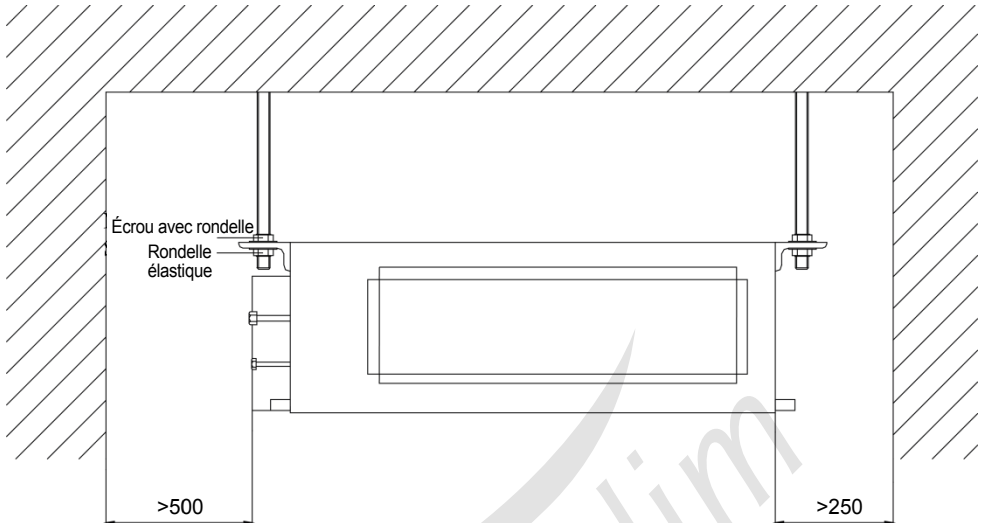

Fig. 2
- 4) Veillez à maintenir les espaces indiqués sur la Fig. 2 pour permettre l'entretien.